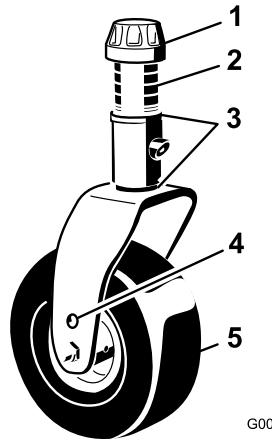

Figura 28
3. Retire el casquillo tensor del eje de la rueda giratoria (Figura 28) y retire el eje del brazo de la rueda giratoria. Coloque dos suplementos (3 mm) en el eje de la misma forma que en la instalación original.